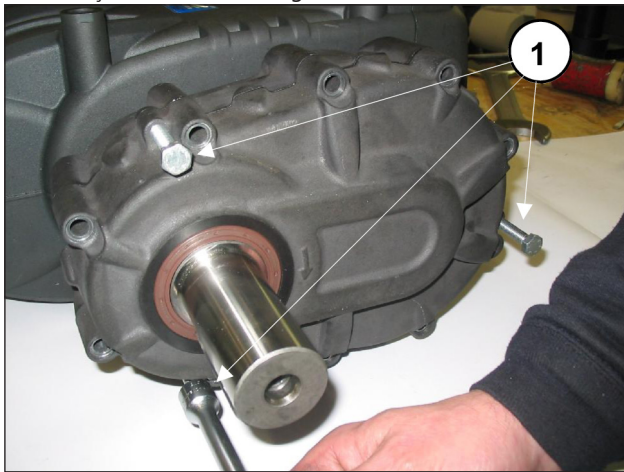
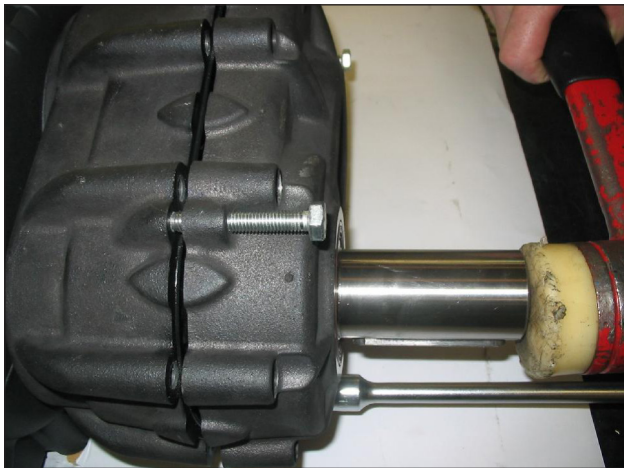

Fig. 16
Fig. 17
- Posicione os furos especiais e aperte os três grãos ou parafusos rosqueados M8 (Fig. 16, pos. ①) com a função de extrator e, simultaneamente, bate no pinhão de modo que o rolamento permaneça sobre o mesmo durante a extração da cobertura (Fig. 17).